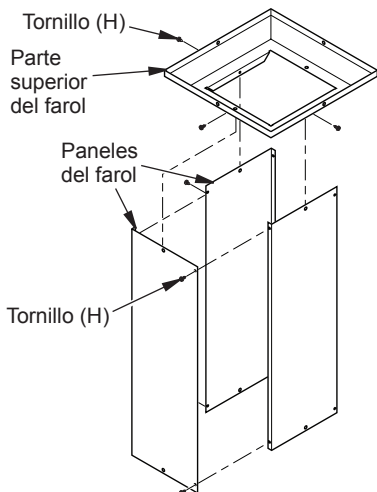

Figura 5 - Conjunto del panel y la parte superior del farol
1. Ubique los 4 paneles del farol que están empacados juntos. Ensamble 3 de las piezas con 4 tornillos (H), como se muestra en la figura 5, en la página 7.
2. Coloque la parte superior del farol sobre el conjunto de los paneles, alineando los orificios de los tornillos. Fíjela con 3 tornillos (H), como se muestra en la figura 5, en la página 7.